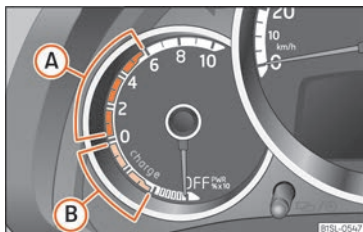

Fig. 60 Al quadre d'instruments: indicador de potència amb zones per al funcionament de baix consum (A) i per a la recuperació de l'energia de frenada (B).
En connectar el sistema de propulsió abans de començar la marxa, l'indicador canvia de OFF a 0 » » fig. 60.
Durant la marxa s'indica al quadre d'instruments la potència utilitzada en aquell moment per circular (en % PWR x 10) » » fig. 60.
Si durant un llarg període de temps es demana molta potència (es reconeix sobretot perquè l'agulla de l'indicador de potència es troba per sobre de la zona de baix consum » » fig. 60 (A)), es redueix el temps durant el qual està disponible la màxima potència. A la indicació de la potència disponible s'apaguen els segments de la zona E-Max de dreta a esquerra.